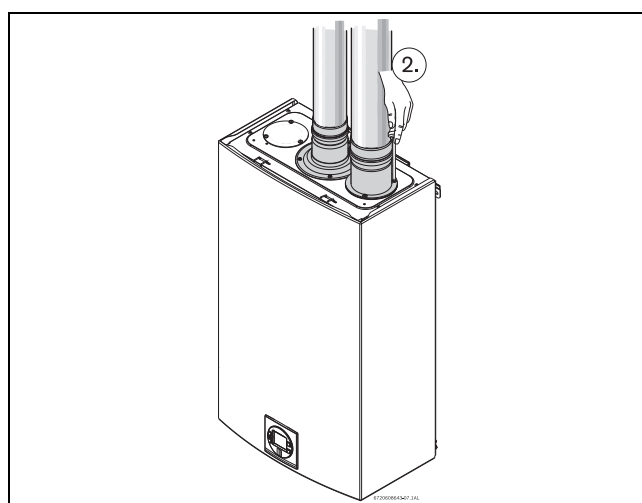

Fig. 21 Raccordement d'entrée
- Fixer l'accessoire d'entrée de l'air de combustion en haut de l'unité fig. 21 (position 2) à l'aide des 3 vis et du joint fournis, et installer le tuyau d'arrivée d'air 3" sur l'accessoire.